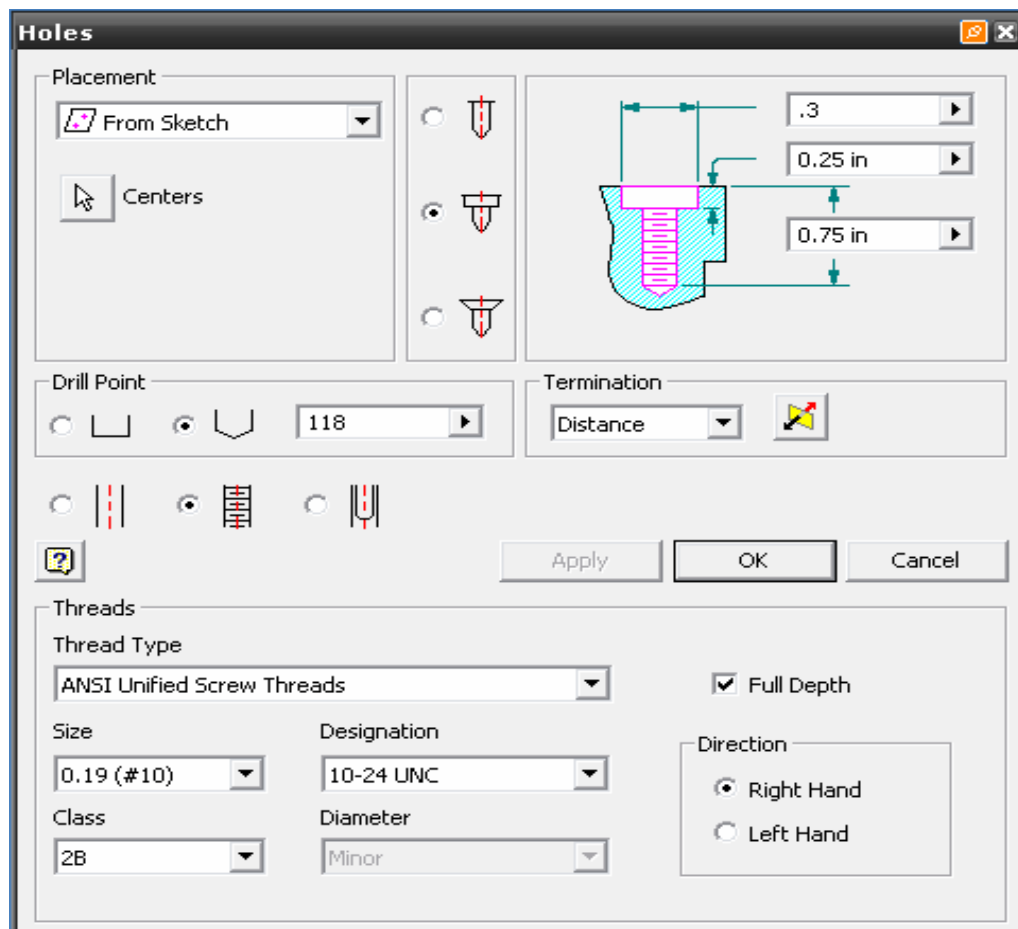
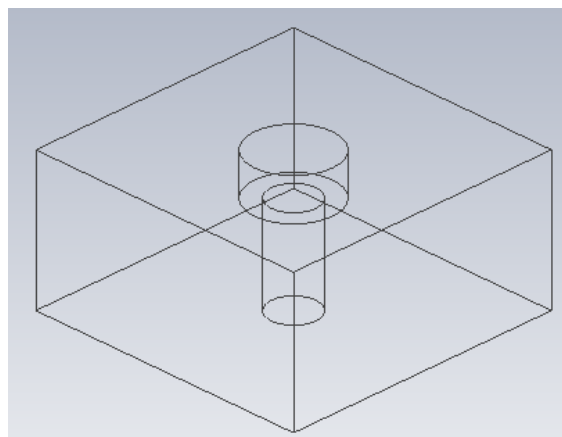

Figura 3.32 Ejemplo de generación de un agujero roscado de cabeza plana.
Figura 3.33 Se muestra vista previa del barreno con cabeza.
- Proporcione todos los datos necesarios para la ventana grafica de la figura 3.32 y pulse **OK**, para obtener la figura 3.33.